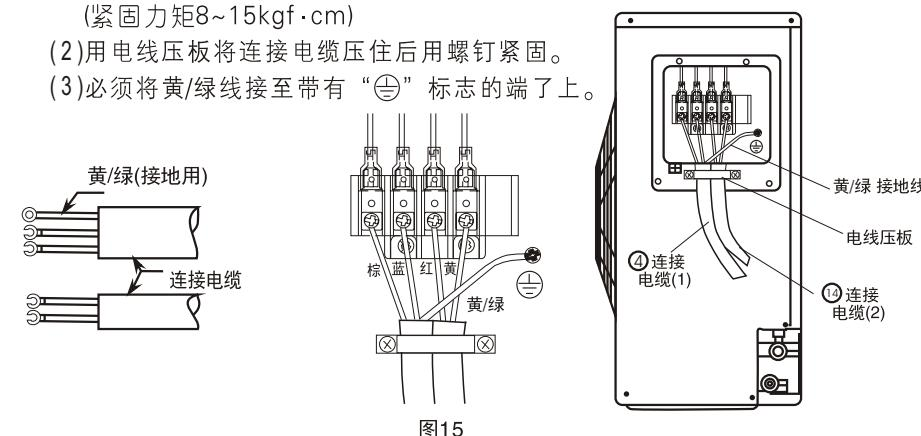

图15
- (1)把连接电缆按电气接线图所示正确地牢固连接。(图15)